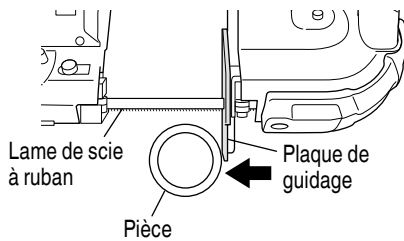

Fig. 20
- (4) Appuyez la pièce contre la plaque de guidage (Fig. 20) Appuyez la pièce contre la plaque de guidage dans une position où il n'y a pas de contact avec la lame de scie à ruban.